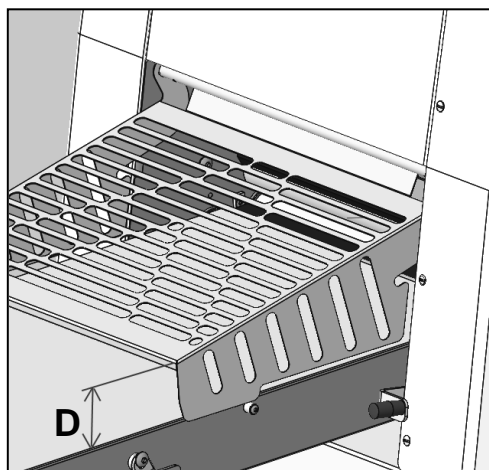

Abb. 4.9
- dass der Mikroschalter reagiert und den Stopp jedes Organs befiehlt, wenn der Abstand D zwischen dem Ende der Schutzabdeckung und darunter liegenden Band (siehe Abb. 4.9) den Dmax-Wert von 70 mm überschreitet;